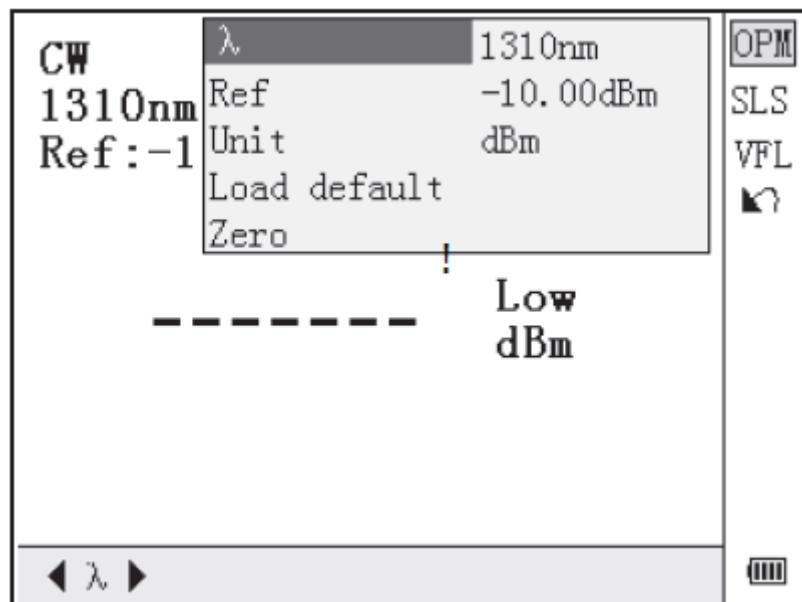

Рисунок 4-11. Настройка измерения OPM
2. С помощью кнопок **◀** и **▶** переключайтесь между откалиброванными длинами волн. Для перехода на интерфейс настройки измерения OPM нажмите кнопку Enter (рисунок 4-11).